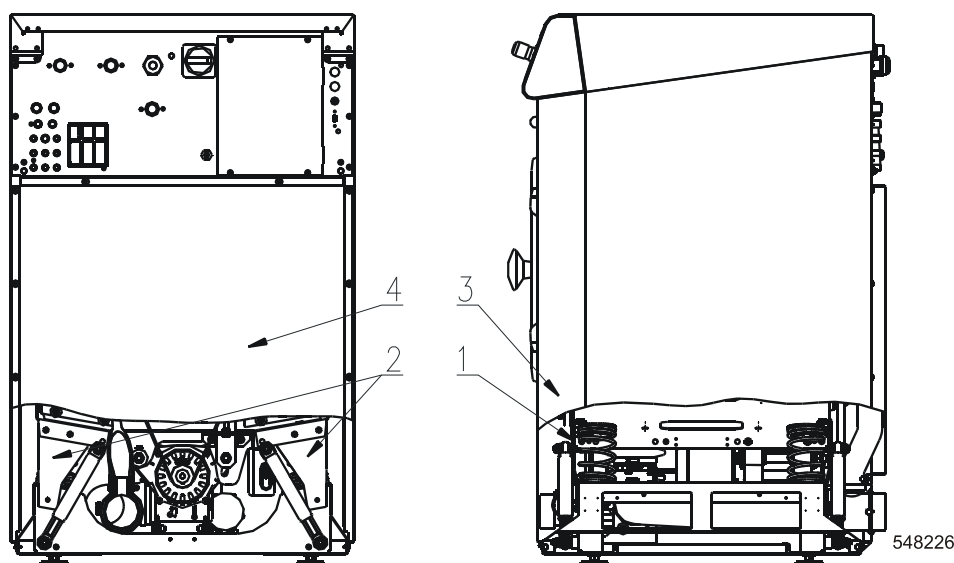

Abb.2
- Bauen Sie die Front- und Rückseitentafel ab, siehe Abb.2., Pos. 3, 4.